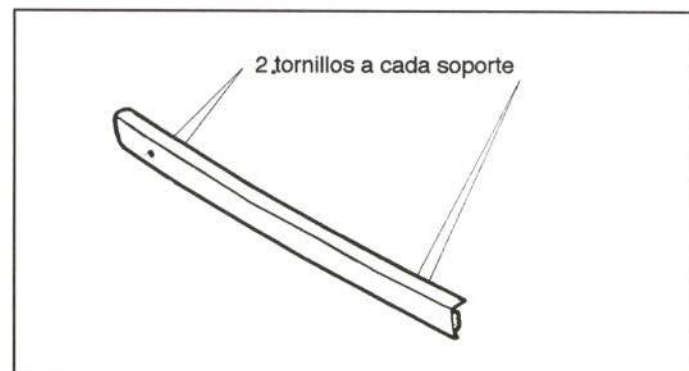

Figura 48.- Unión del paragolpes trasero
El paragolpes trasero va fijado a la carrocería mediante grapas y tornillos, tal como se muestra en la figura 48.
- Paragolpes trasero (figura 48).
- Punta de paragolpes (figura 48).